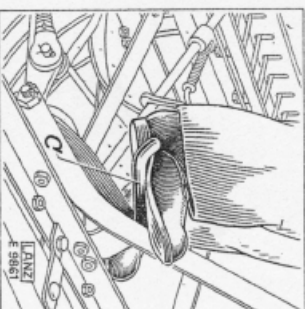

Bild 23. Fußbebel.
- a) Um mit dem Rechen ein sauberes Arbeiten zu erzielen, müssen die Zinken Spitzen durch Niederreten des Fußhebels „c“ (Bild 23) fest am Boden gehalten werden, damit sie das ganze Heu erfassen können.